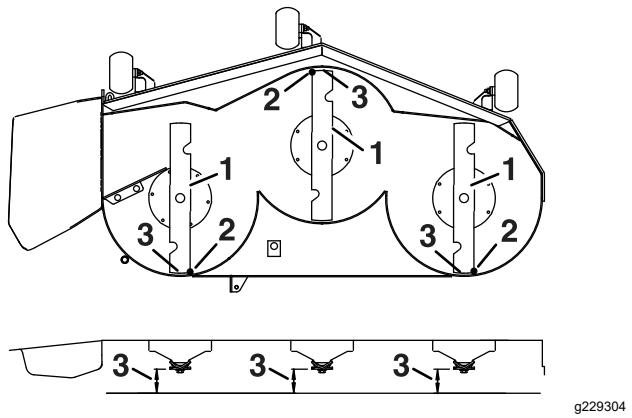

Figura 82
7. Controllate il livello della lama in direzione longitudinale (Figura 82). Accertate che la punta della lama anteriore sia più bassa della punta della lama posteriore mostrata nella tabella dell'angolo di spoglia e dell'altezza del blocco. Se necessita di regolazione, proseguite con questa procedura.